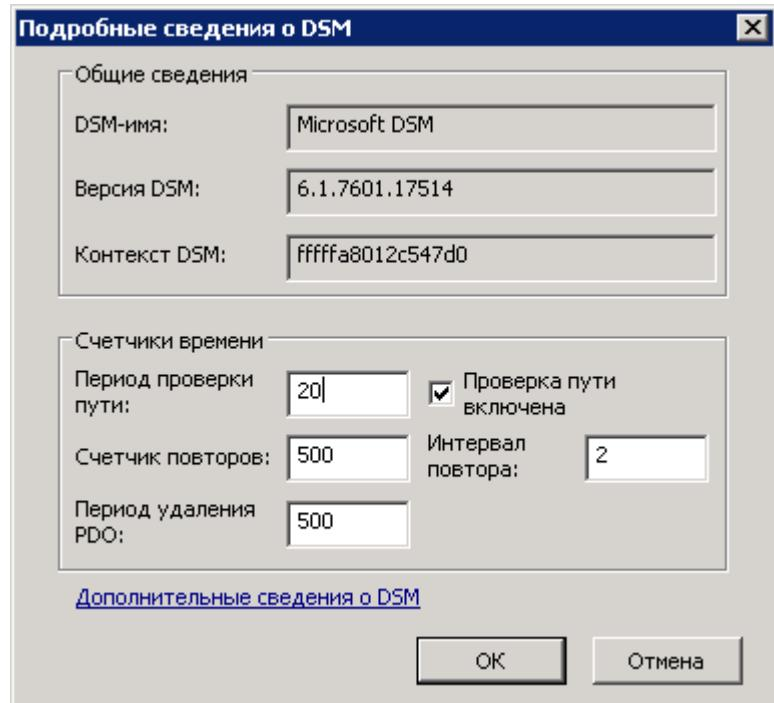

Рисунок 74 – Настройка MPIO
- 4) в разделе «Управление дисками» панели «Управление компьютером» нажать правой кнопкой мыши по созданному диску. В окне «Свойства: наименование диска» на вкладке «Многопутевой ввод-вывод» выбрать политику MPIO «Хотя бы глубина очереди» (см. Рисунок 74). Затем перейти на вкладку «Драйвер» и нажать кнопку «Подробно». В окне «Подробные сведения о DSM» задать рекомендуемые параметры, которые должны совпадать с ПТК.БАУМ. Настройки завершены. Рекомендуемые параметры для DSM модуля показаны на следующем рисунке (см. Рисунок 74).